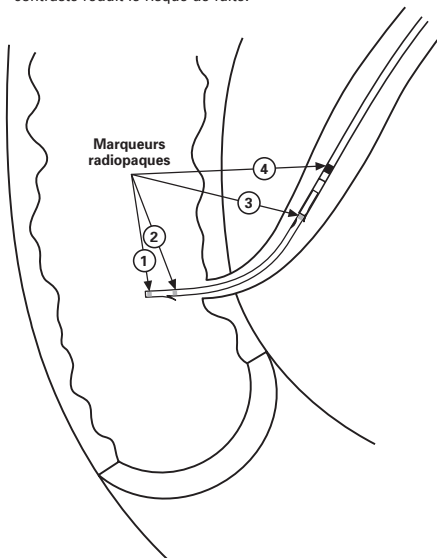

Fig. 3
13. Une fois le système d'endoprothèse introduit, le chirurgien notera la présence de quatre marqueurs radiographiques grâce à la visualisation radiographique. L'orifice d'accès latéral peut être utilisé pour l'injection de produit de contraste dès lors qu'une amélioration visuelle est nécessaire. **(Fig. 3)**
14. Le premier marqueur radiographique (1) apparaît à l'extrémité distale du guide interne, ce qui correspond à la position de l'extrémité distale de l'endoprothèse elle-même.
15. Le deuxième marqueur (2) apparaît sur le guide interne à une position correspondant à la collerette distale de l'endoprothèse et indique le positionnement approprié de l'endoprothèse dans la papille. Lorsque ce marqueur se trouve dans le duodénum, le chirurgien a la garantie que l'endoprothèse sera déployée dans la papille, la collerette distale se trouvant dans le duodénum et la collerette proximale dans le cholédoque.
16. Le troisième marqueur (3) indique la position de la collerette proximale, afin d'informer le chirurgien de la position des deux collerettes avant le déploiement. Ce marqueur doit être maintenu au-dessus de la papille afin d'éviter le déploiement de l'endoprothèse à une position trop basse dans le canal biliaire.
17. Le quatrième marqueur (4) est le plus gros et représente l'extrémité distale de la butée arrière de l'endoprothèse (c), contre laquelle le déploiement s'effectue.